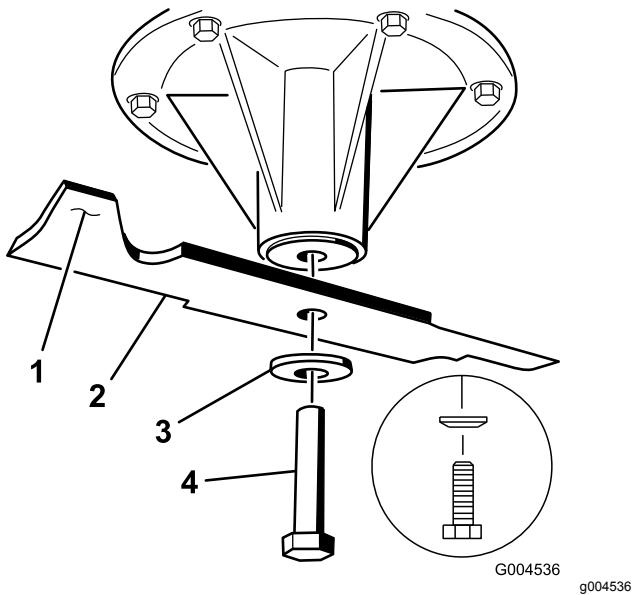

Figure 114
2. Enlevez des axes des lames gauche et centrale, le boulon de lame, la rondelle bombée et la lame (Figure 114).
3. Enlevez de l'axe, le boulon de la lame droite (fileté à gauche), la rondelle bombée et la lame (Figure 114).
1. Reposez sur les axes, les lames gauche et centrale, les rondelles bombées et les boulons de lame (Figure 114 et Figure 115).
**Remarque:** Orientez le cône de la rondelle bombée vers la tête du boulon (Figure 114).
2. Posez sur l'axe, la lame droite, la rondelle bombée et le boulon de lame (fileté à gauche) (Figure 114 et Figure 115).